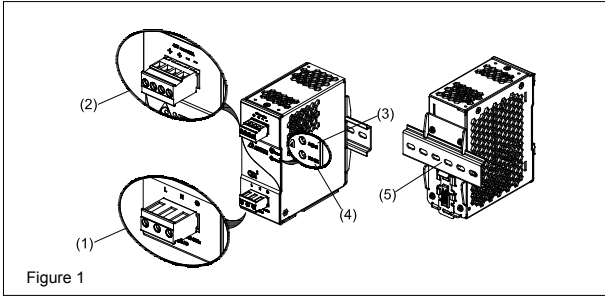
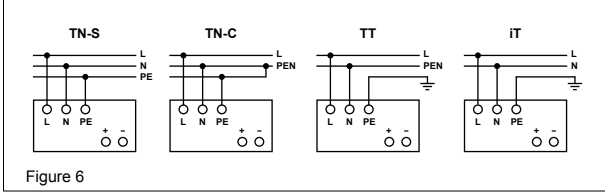

Figure 1
Figure 6
2. Gerätebeschreibung (Abb. 1)
5.1. Anschluss der Eingangsklemmen (Abb. 1 (1), Abb. 6)
5.2. Anschluss der Ausgangsklemmen (Abb. 1 (2))
Verwenden Sie die Schraubklemmen „+“ und „-“, um den 48Vdc-Anschluss herzustellen. Am Ausgang stehen 48Vdc zur Verfügung. Die Ausgangsspannung kann am Potentiometer zwischen 48 und 56Vdc eingestellt werden. Die grüne LED „DC OK“ zeigt die korrekte Funktion des Ausgans an (Abb. 1 (4)). Das Gerät verfügt über einen Kurzschluss-, Überlast- und Überspannungsschutz, der auf 57Vdc begrenzt ist.